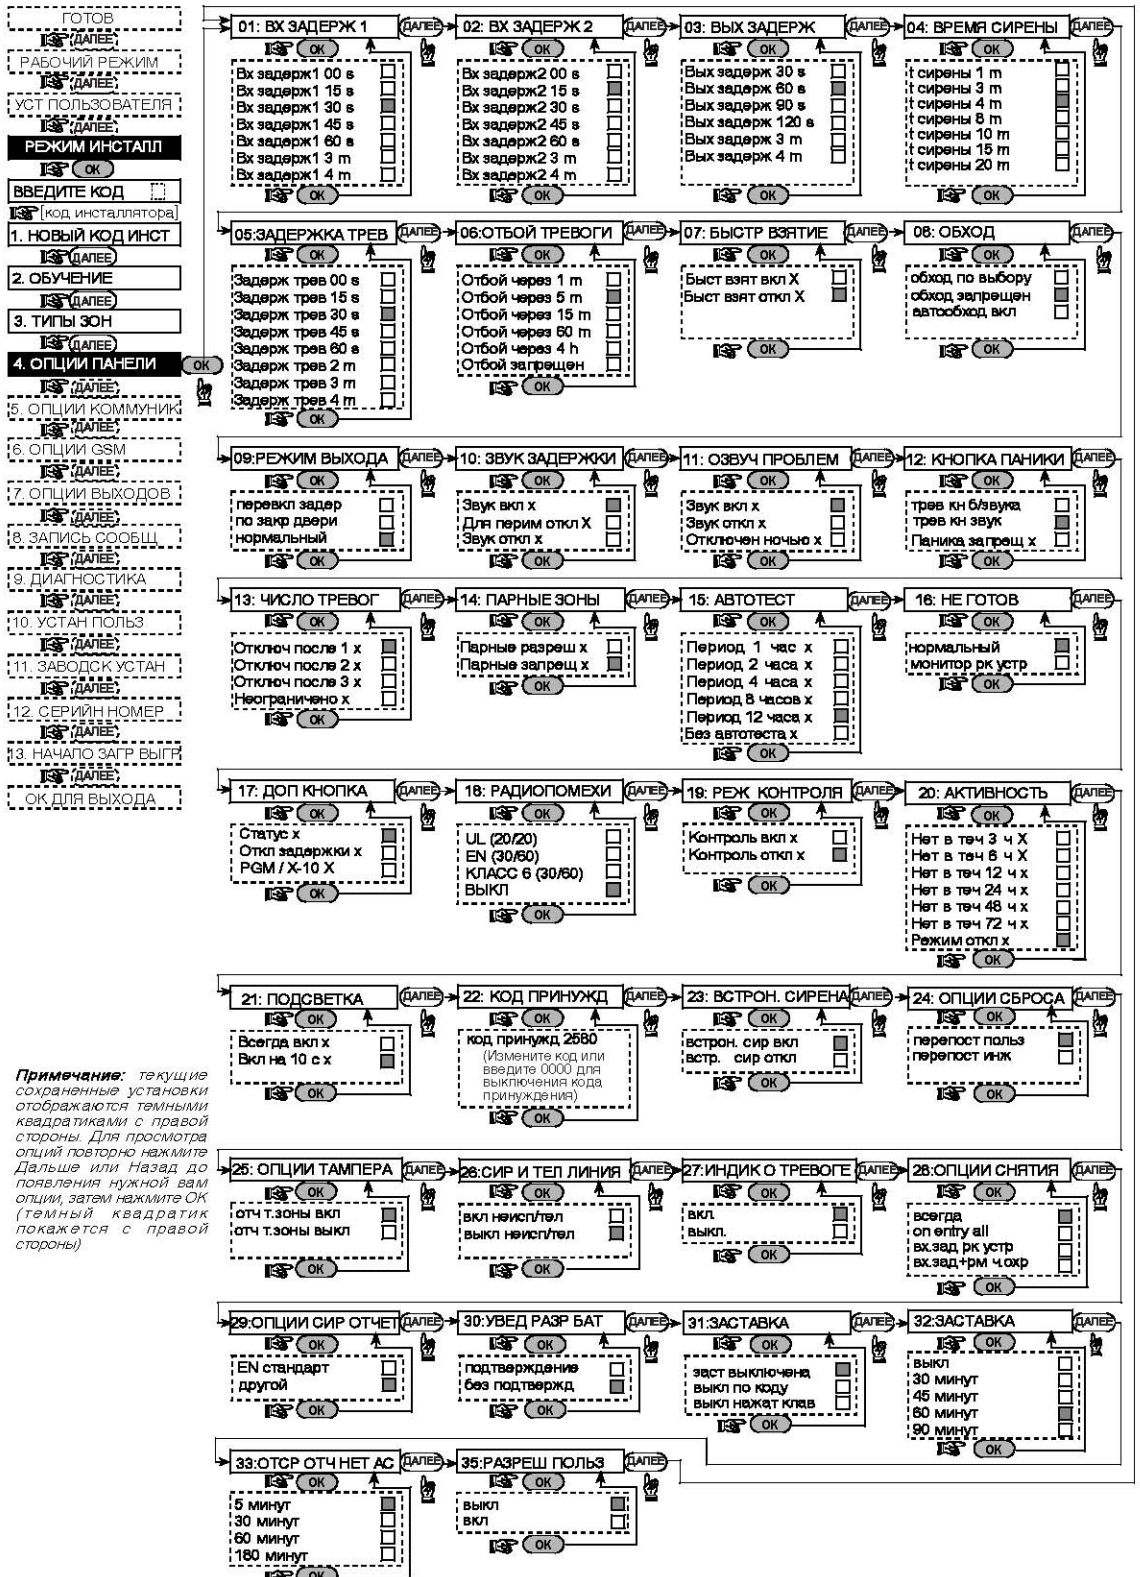

Рисунок 4.4 – Определение параметров панели
#### 4.4.13 Количество тревог- Swinger Stop (рис. 4.4, адрес 13)
#### 4.4.14 Проходные зоны (рис. 4.4, адрес 14)
#### 4.4.15 Интервал контроля (рис. 4.4, адрес 15)
#### 4.4.16 Нет готовности (рис. 4.4, адрес16)
#### 4.4.17 Кнопка AUX (рис. 4.4, адрес 17)
#### 4.4.18 Обнаружение наложения (рис. 4.4, адрес 18)
#### 4.4.19 Ключевой режим (рис. 4.4, адрес 19)
#### 4.4.20 "Нет активности" (рис. 4.4, адрес 20)
#### 4.4.21 Подсветка (рис. 4.4, адрес 21)
#### 4.4.22 Тревога принуждения (рис. 4.4, адрес. 22)
#### 4.4.23 Пьезосирена (рис. 4.4, адрес 23)
#### 4.4.24 Повторная постановка на охрану (рис. 4.4, адрес 24) (Не применяется в США)
#### 4.4.25 Тамперная функция (рис. 4.4, адрес 25)
#### 4.4.26 Сирена на линии (рис. 4.4, адрес 26)
#### 4.4.27 Извещение (рис. 4.4, адрес 27)
#### 4.4.28 Снятие с охраны (рис. 4.4, адрес 28)
#### 4.4.30 Низкий уровень зарядки аккумулятора (рис. 4.4, адрес 30)
(рис. 4.4,адрес 31)
#### 4.4.32 Подтверждение тревоги (рис. 4.4, адрес 32)
#### 4.4.33 Сообщение о сбое в питании от источника переменного тока (AC) (рис. 4.4, адрес 33)
(рис. 4.4, адрес 35)